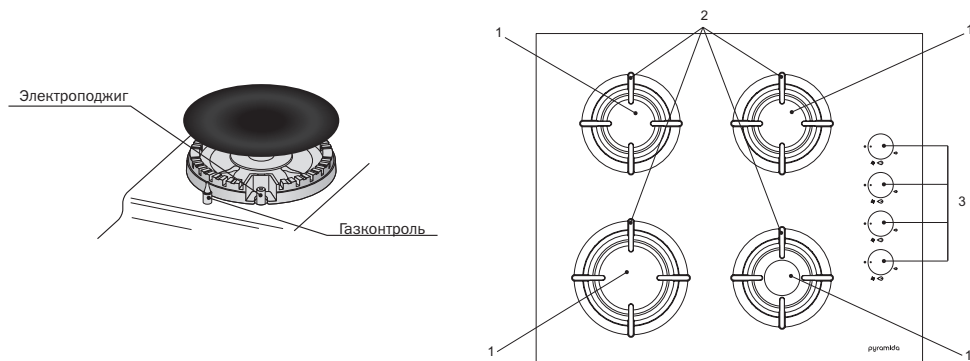

Рис. 11
- Модели с электроподжигом (Рис. 11) оснащены специальными газовыми кранами с функцией электрического поджига. В этом случае символ электроподжига «⚡» изображен около каждой ручки управления.
- Включение газовой горелки с газконтролем (Рис. 11). Нажмите и поверните ручку, соответствующую выбранной газовой горелке, против часовой стрелки к позиции «🔥» (сильное пламя). Когда газовая горелка воспламенилась, удерживайте ручку нажатой примерно 5-10 секунд, чтобы пламя нагрело термомоляр газконтроля.